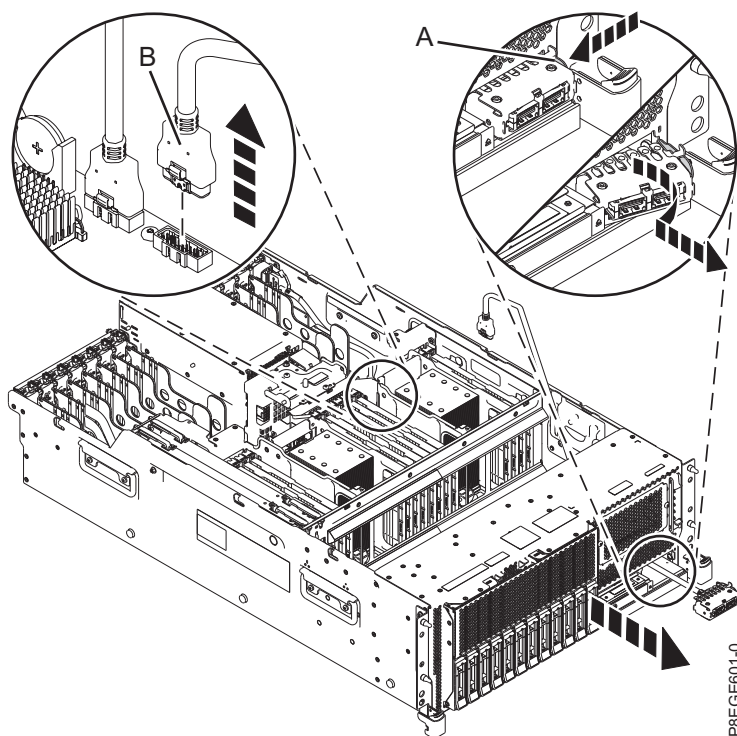

Abbildung 2. USB-Kabel aus der Systemrückwandplatine herausziehen
5. Ziehen Sie das USB-Kabel an der Vorderseite (**B**) aus der Systemrückwandplatine heraus, wie in Abb. 2 auf Seite 5 gezeigt.
6. Lösen Sie das USB-Kabelgehäuse (**A**) von der Vorderseite des Systems. Drücken Sie auf die rechte Seite des Gehäuses und schwenken Sie es nach links. Ziehen Sie es zu sich hin aus dem System heraus. Siehe Abb. 2 auf Seite 5.